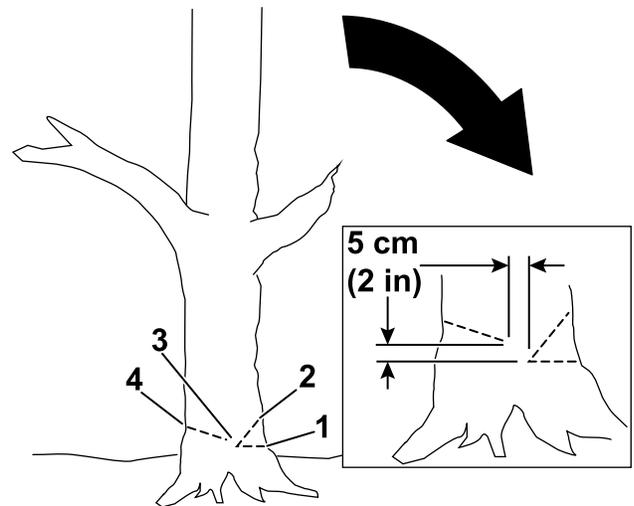

Bild 16
- Machen Sie den ersten Schnitt ein Drittel durch den Baumdurchmesser an der Seite, zu der der Baum fallen soll (Bild 16).
- Machen Sie einen zweiten Schnitt, um eine Kerbe zu bilden; fangen Sie den Schnitt mindestens 5 cm über und vom ersten Schnitt entfernt an (Bild 16).
6. Machen Sie den Rückschnitt von der anderen Seite der Kerbe, ungefähr 5 cm höher als die Unterseite der Kerbe, wie in Bild 16 abgebildet.
Wichtig: Beenden Sie den Schnitt 2,5-5 cm von der Kerbe, um ein Gelenk zwischen den Schnitten (Bild 16) zu erstellen; damit fällt der Baum nicht in die falsche Richtung oder dreht sich beim Fallen.
Hinweis: Wenn sich der Rückschnitt dem Gelenk nähert (Bild 16), beginnt der Baum zu fallen.